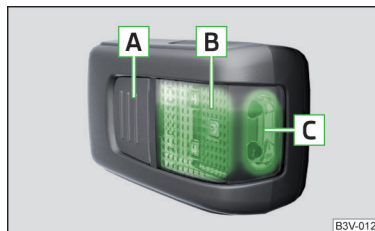

Fig. 138
Description de la lampe » fig. 138
- Pour **allumer** la lampe sortie, appuyez sur la touche **A** drücken » fig. 138. La désactivation de l'airbag est indiquée par le voyant.
Si vous n'éteignez pas la lampe et que celle-ci est correctement insérée dans son support, les diodes LED dans la partie avant **C** » fig. 138 de la lampe s'éteignent automatiquement.